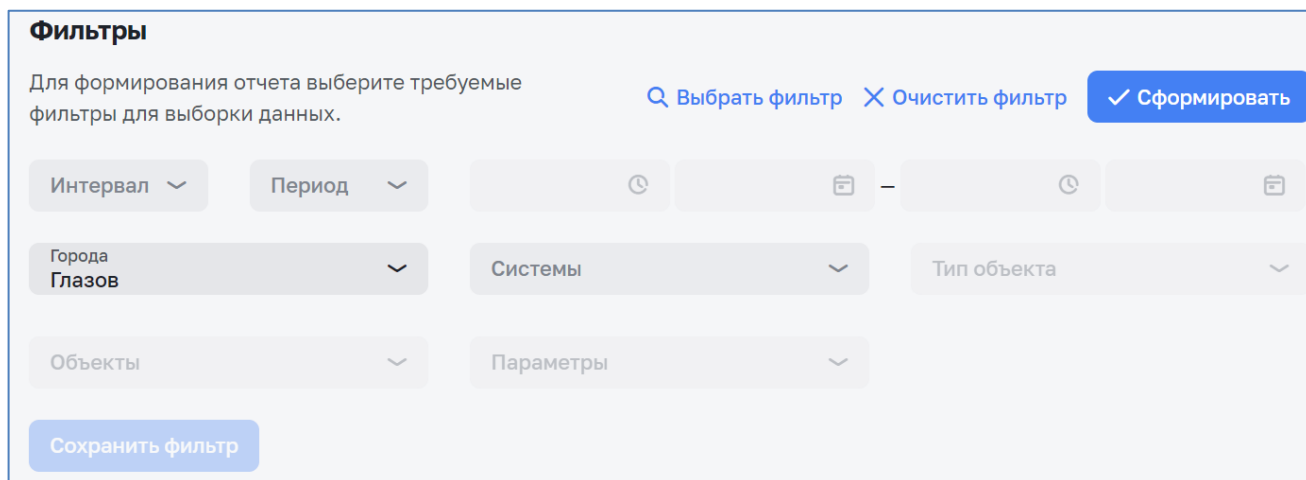

Рисунок 6 – Фильтрация
3. Кнопка **фильтрации**  **Фильтры** при нажатии на которую раскрывается меню фильтра (см. Рисунок 6).